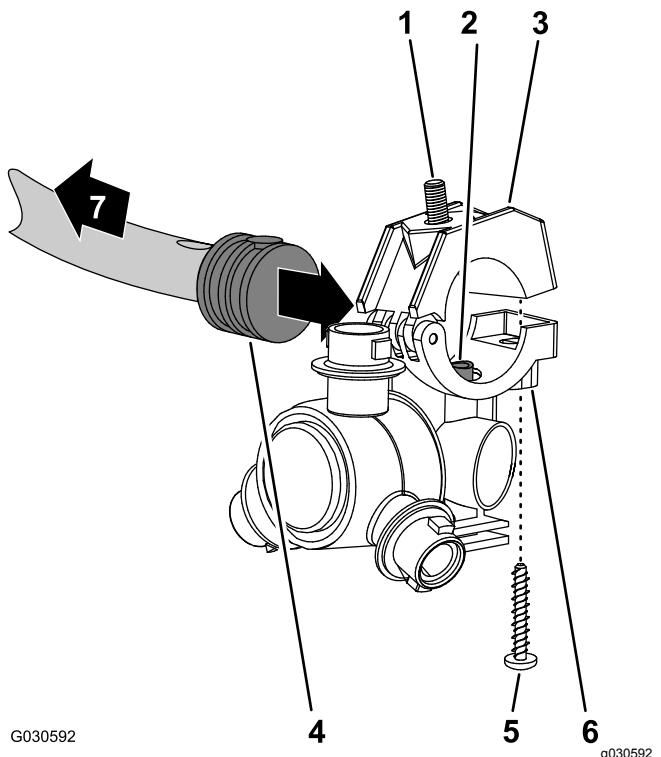

Figura 129
1. Allineate il tubo di trasferimento sulla sella di un ugello dell'irroratrice (Figura 129) con il foro sul lato del portagomma dentellato singolo ($\frac{1}{2}$ ").
2. Chiudete la metà superiore della fascetta attorno al portagomma dentellato e fissate la metà della fascetta e il corpo dell'ugello dell'irroratrice (Figura 129) con la vite in acciaio inox (n. 12 x 1 $\frac{1}{4}$ '); serrate la vite in acciaio inox a 14-18 N·m.